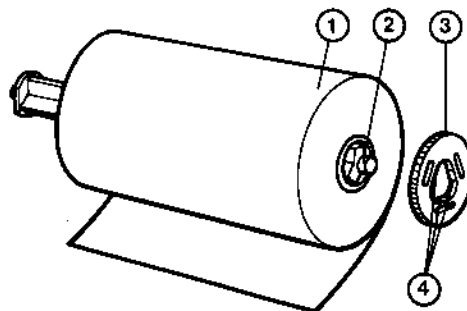

Fig. 7
- Retirer l'écrou de blocage (3) de l'axe (2) et insérer sur ce dernier le rouleau de papier (1) (figure 7).
- Bloquer le rouleau de papier à l'aide de l'écrou (3). Pour cela :
- Insérer l'écrou sur l'axe (2) (figure 7).
- Tout en maintenant fermement ce dernier, tourner l'écrou afin de le bloquer dans ses rainures de maintien (4) (figure 7).
Si la largeur du rouleau de papier est inférieure à 12,5 cm (5 pouces), positionner celui-ci contre l'extrémité gauche de l'axe (2) et le bloquer en faisant coulisser l'écrou (3). Ceci évite le glissement du rouleau le long de son axe en cours d'impression (figure 7).